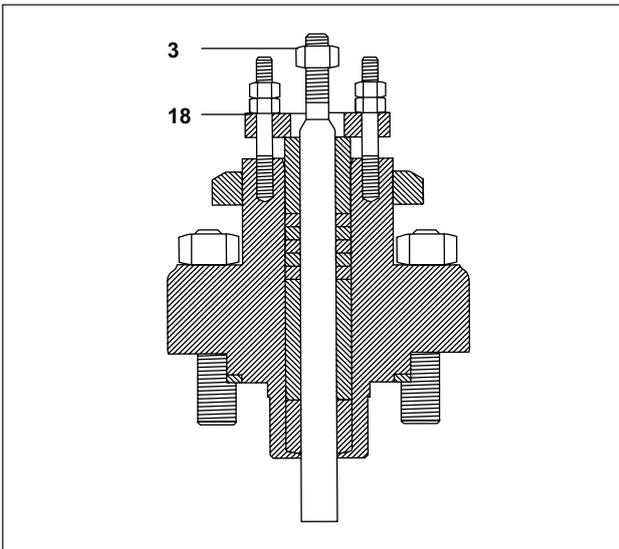

Bild 10
- i.) PTFE Stopfbuchse: bis ein Spaltabstand von 10 mm zwischen der Unterseite der Stopfbuchsplatte und dem Ventiloberteil entsteht (Bild 10) erreicht wird.
- ii.) Graphit Abdichtung: bis ein Spaltabstand von 12 mm zwischen der Unterseite der Stopfbuchsplatte und dem Ventiloberteil entsteht (Bild 10).
- Die Kontermutter (3 – Bild 10) aufschrauben
- i.) PTFE Spindelabdichtung: bis ein Spaltabstand von 10 mm zwischen der Unterseite der Stopfbuchsplatte und dem Ventiloberteil entsteht (Bild 10) erreicht wird.